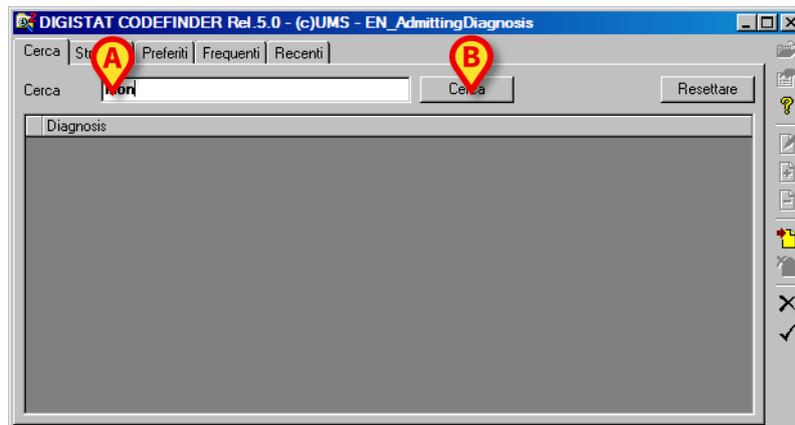

Fig 68
1. inserire il nome, o parte del nome, dell'elemento cercato nel campo "Cerca" (Fig 68 A).